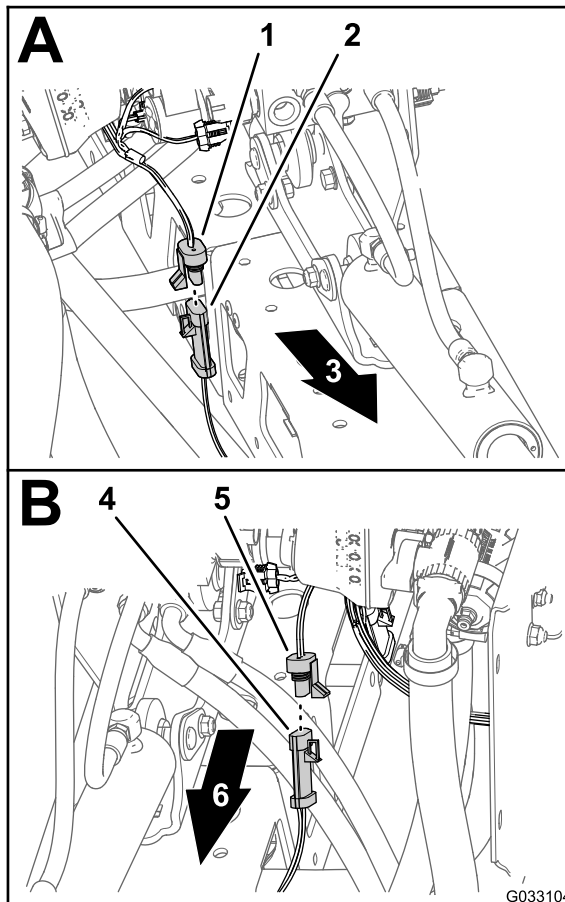

Рисунок 33
1. Отсоедините 3-гнездовой разъем жгута проводов ультразвукового выравнивания стрелы от 3-штыревого разъема кабеля правого ультразвукового датчика (Рисунок 33)..
2. Отсоедините 3-гнездовой разъем жгута проводов ультразвукового выравнивания стрелы от 3-штыревого разъема кабеля левого ультразвукового датчика (Рисунок 33)..